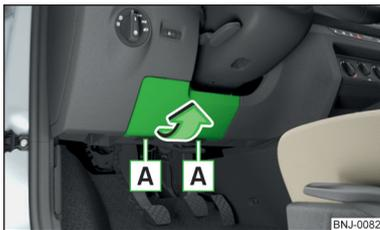

Fig. 199
- Retirez le cache du boîtier de fusibles dans le sens de la flèche » fig. 199.